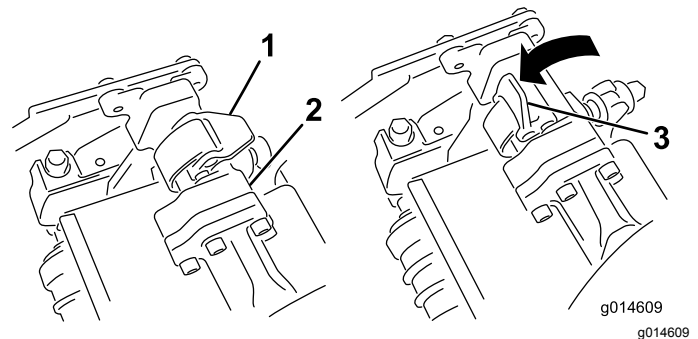
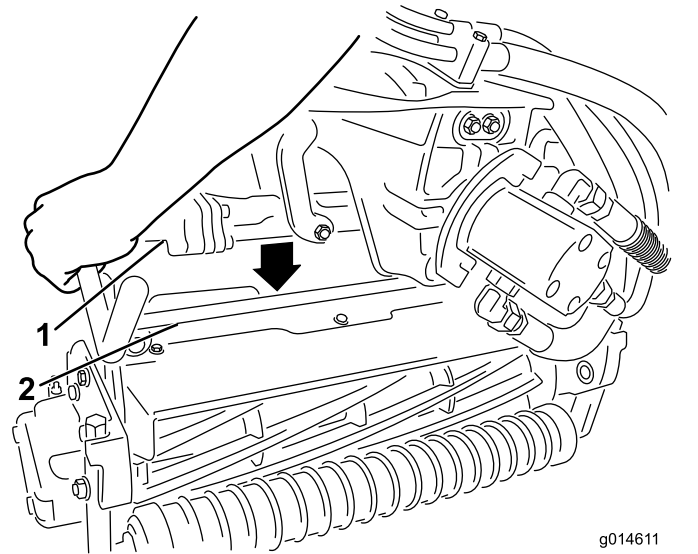

Figura 45
Figura 46
4. Presione los enganches hacia abajo alrededor de la barra de la unidad de corte y bloquéelas (Figura 45).
3. Con los enganches del brazo de suspensión orientados hacia arriba (es decir, abiertos (Figura 45)), empuje hacia abajo el brazo de suspensión de modo que la barra encaje en la barra situada en la parte superior de la unidad de corte (Figura 46).
- Abra los enganches de la barra del brazo de suspensión de la unidad de corte que está retirando (Figura 45).